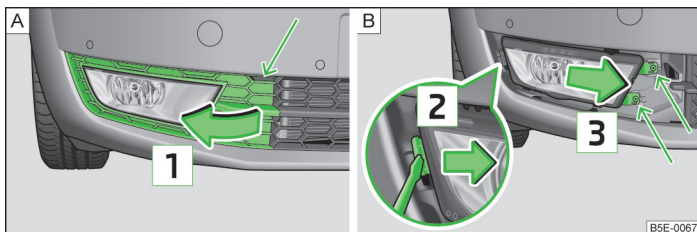

Abb. 222 Vorderer Stoßfänger: Schutzgitter / Nebelscheinwerfer ausbauen
- › Das Schutzgitter im Pfeilbereich » Abb. 222 - mithilfe des Bügels zum Abziehen der Radvollblenden » Seite 235, *Bordwerkzeug* lösen.
- › Das Schutzgitter in Pfeilrichtung abnehmen » Abb. 222.
- › Den Nebelscheinwerfer » Abb. 222 - mit dem Schraubendreher aus dem Bordwerkzeug abschrauben.
- › Bei erneutem Einbau den Nebelscheinwerfer entgegen der Pfeilrichtung » Abb. 222 einsetzen und festschrauben.